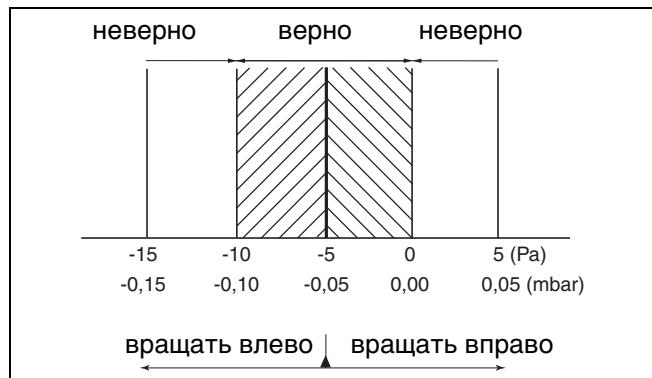

Рис. 82 Разница газ/воздух при низкой нагрузке
- Снять показание разницы давления в сервисном режиме. Разница давления ( $p_{газ} - p_{воздух}$ ) должна составлять  $-5 \text{ Па}$  ( $\pm 5 \text{ Па}$ ) (индикация на измерительном приборе:  $-10$  до  $0 \text{ Па}$ ) (рис. 82).